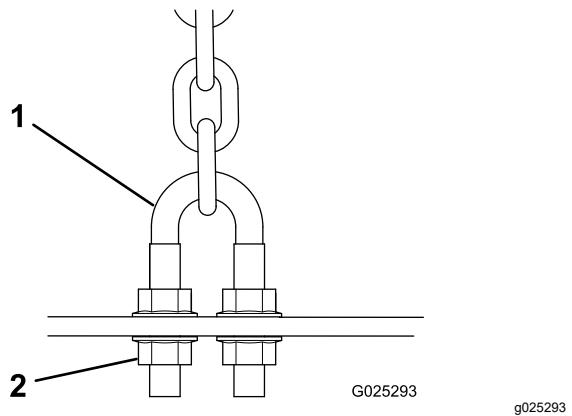
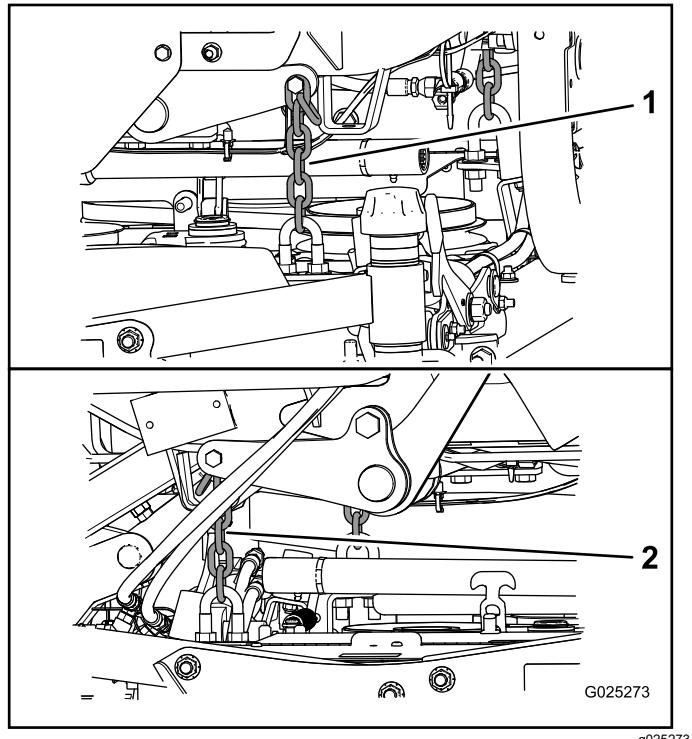

Figure 13
Figure 14
7. Ajustez les écrous de blocage des étriers filetés (Figure 13) qui fixent les chaînes de plateau arrière (Figure 14) au plateau pour éléver
8. Ajustez les écrous de blocage qui fixent les chaînes au plateau de coupe jusqu'à ce que le plateau de coupe soit de niveau (Figure 14).